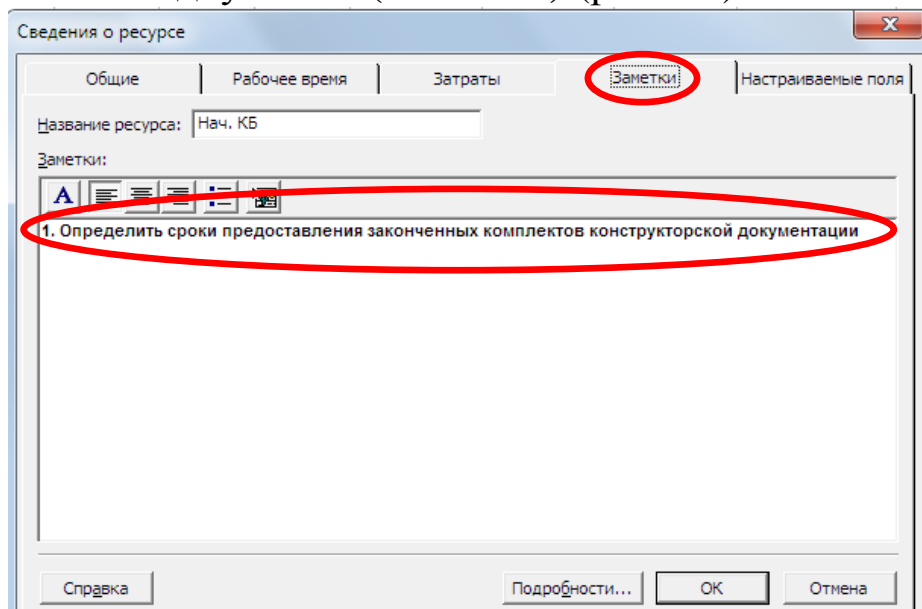

Рис. 15 – Создание **Заметки**
25. В окне **Сведения о задаче** или в окне **Сведения о ресурсе** использовать вкладку **Notes (Заметки)** (рис. 15).